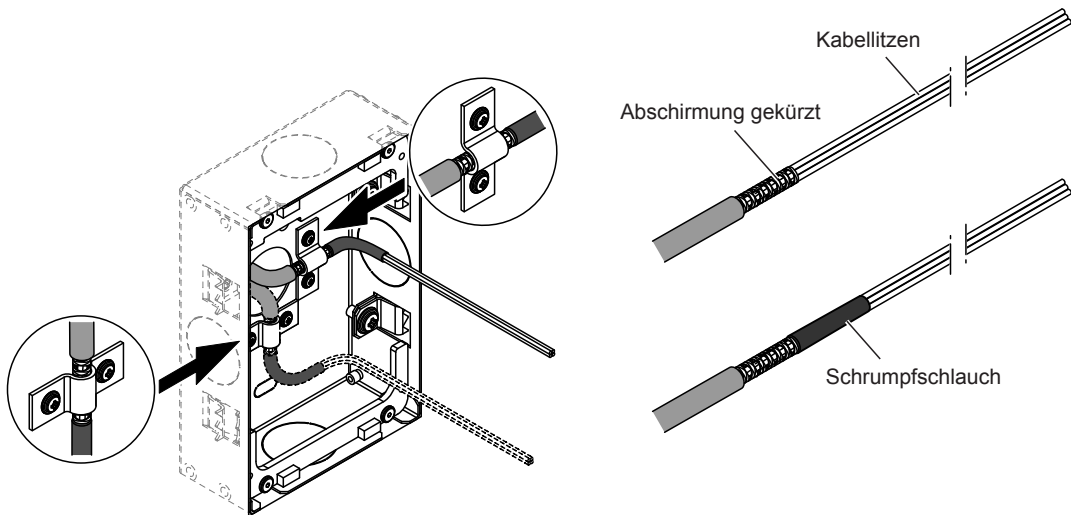

Abb. 8: CAN BUS-Kabel mit freigelegter Abschirmung mit den Schirmklammern am Gehäuse befestigen
4. Das bzw. die CAN BUS-Kabel von der vorgesehenen Klemmstelle bis zum Ende des Kabels abisolieren. Anschliessend die freigelegte Abschirmung bis auf ca. 2 cm entfernen, das Ende der Abschirmung mit einem Stück Schrumpfschlauch wie in Abb. 8 gezeigt fixieren und freigelegte Abschirmung mit der/den Schirmklammer(n) am Gehäuse befestigen.